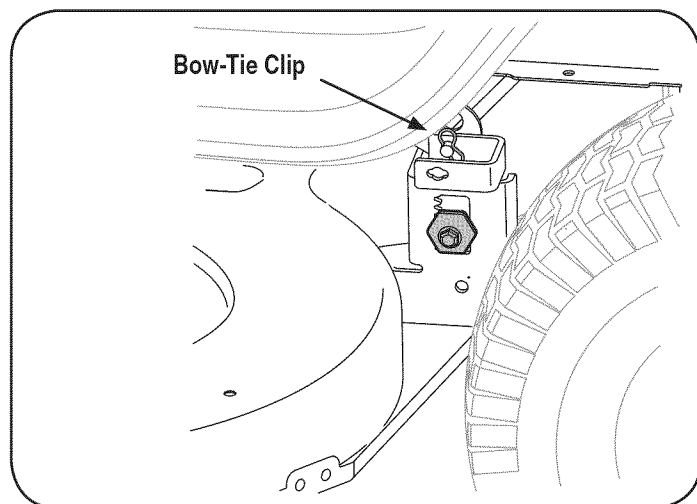

Figura 20
- En cuanto a la plataforma de corte desde el lado izquierdo del tractor, busque el arco alfiler de corbata que asegura la vara de apoyo de cubierta en la parte trasera izquierda de la cubierta. Véase la figura. 20. Retire el arco alfiler de corbata que asegura la vara de apoyo de cubierta, y retirar con cuidado el apoyo de la cubierta de los brazos de elevación de la cubierta.